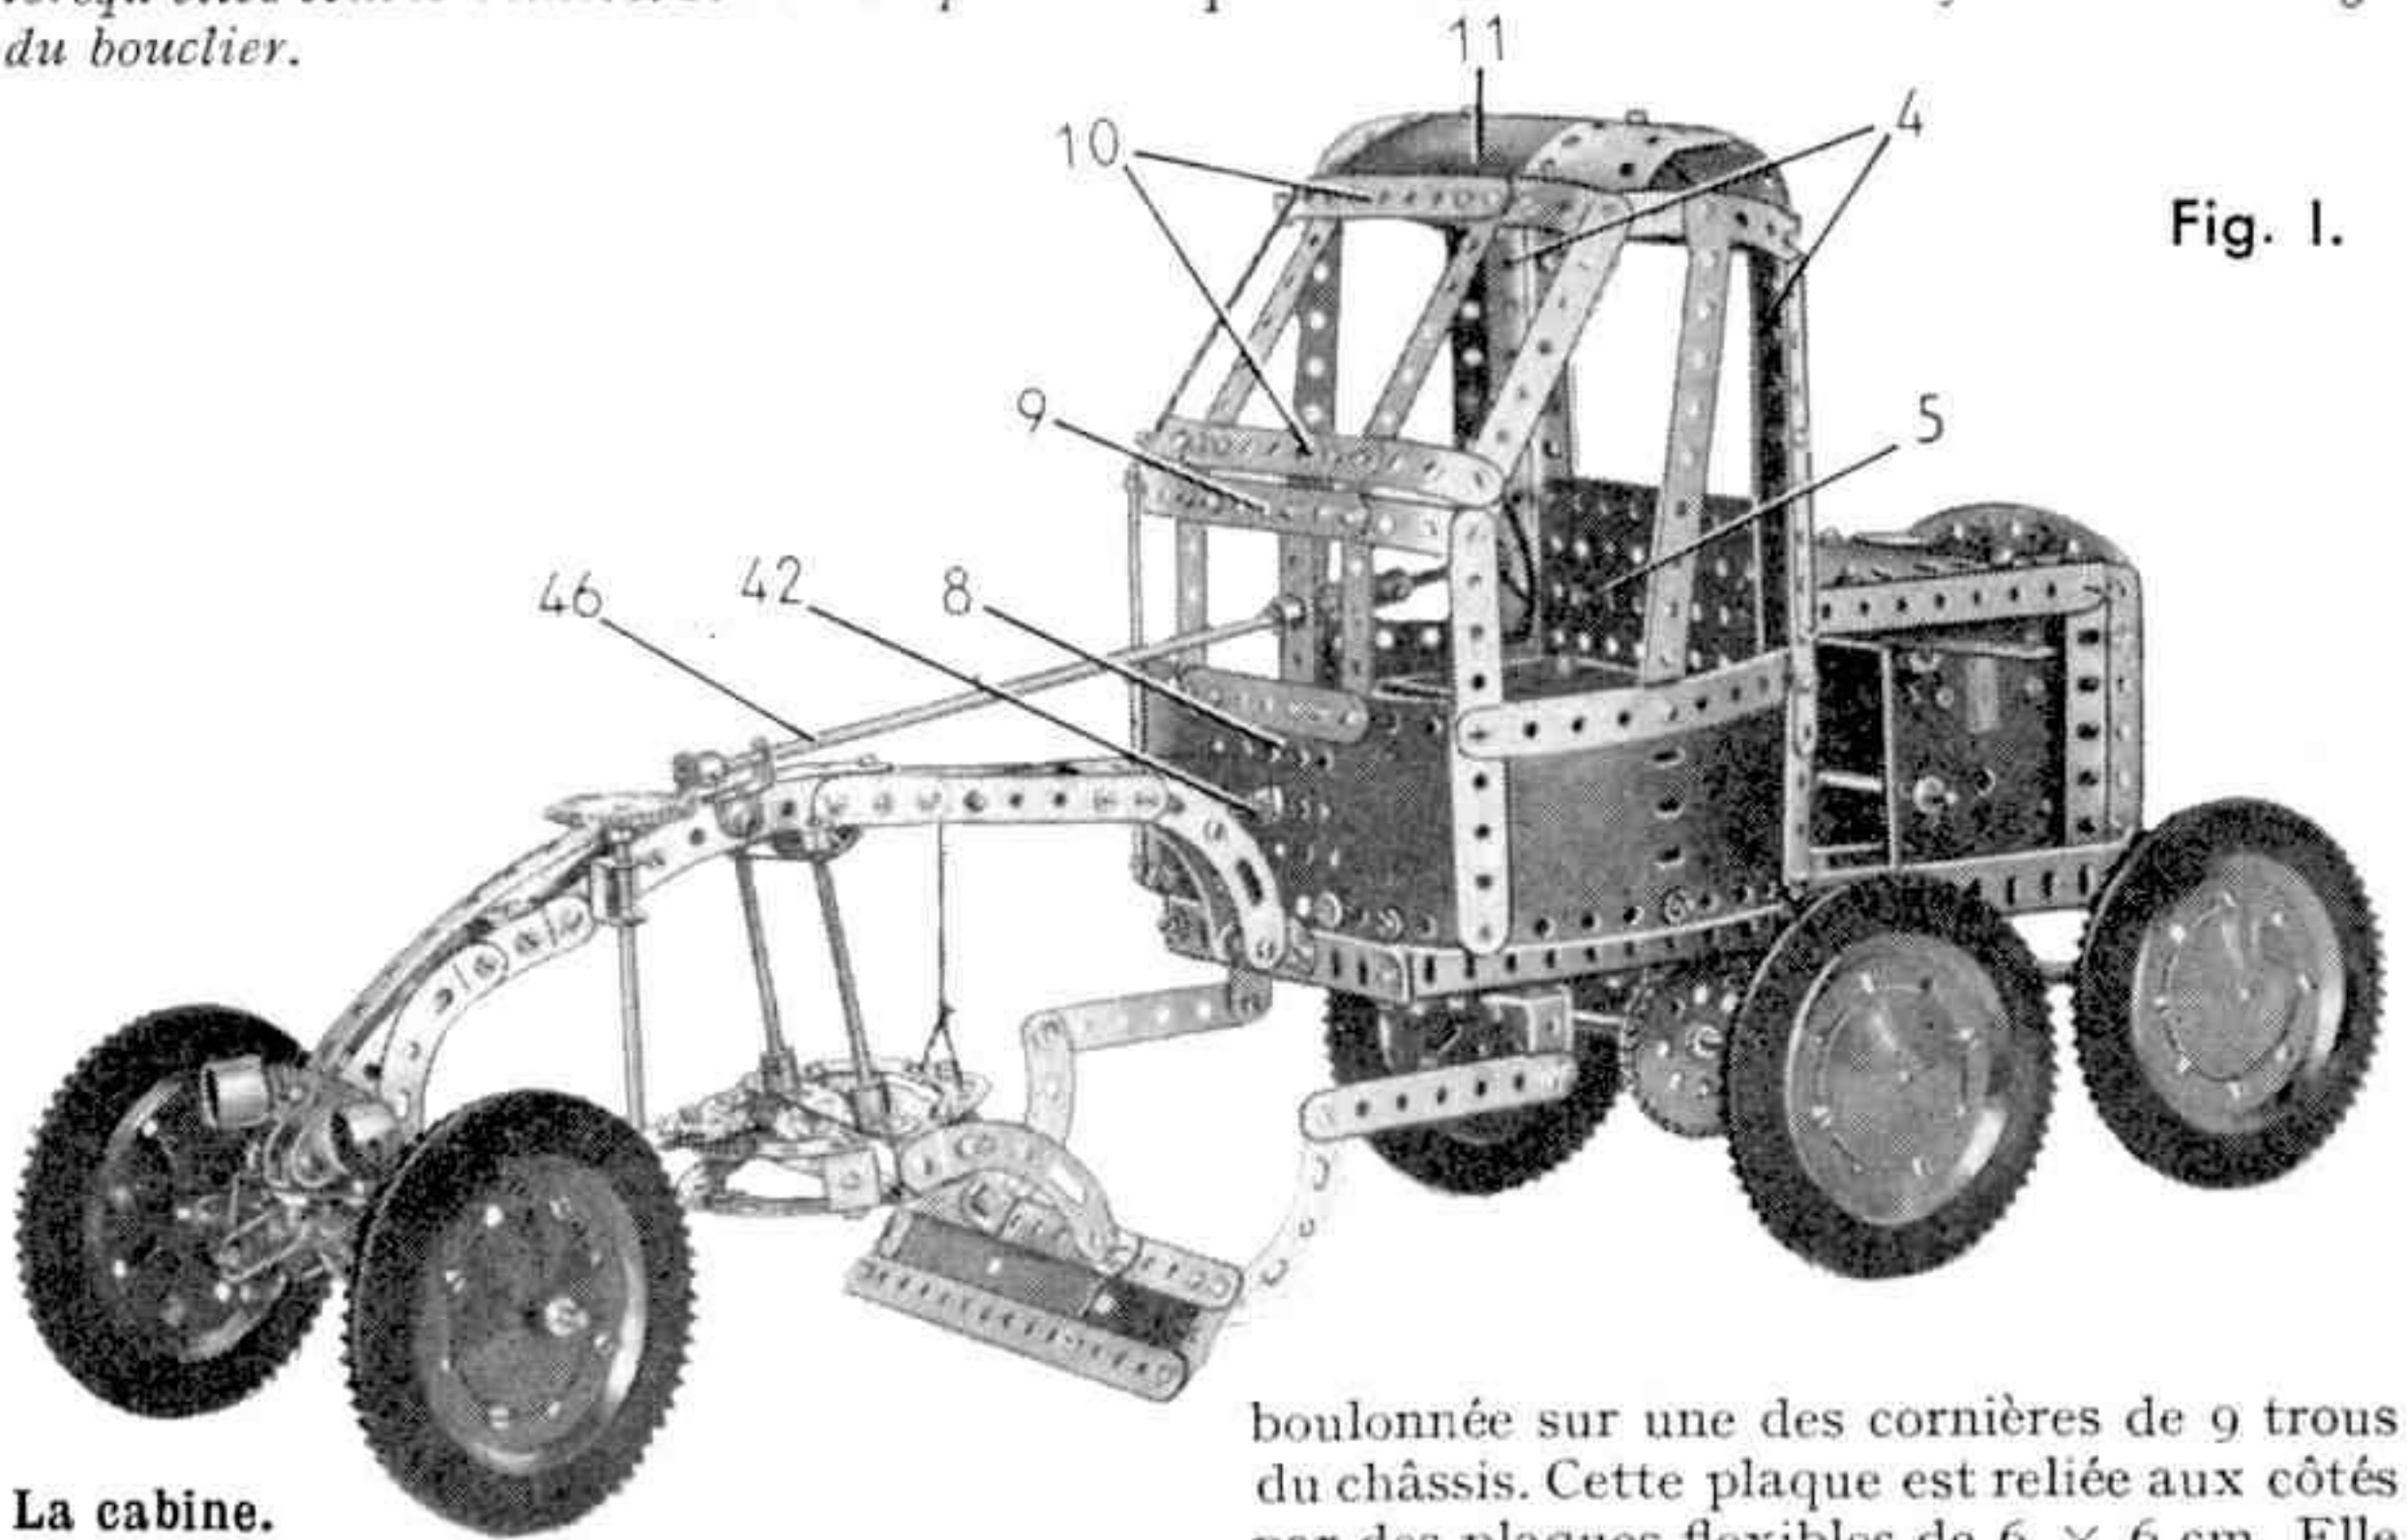

Fig. 1.
Deux cornières de 15 trous (4) sont fixées verticalement sur les cornières (1) (fig. 1). Elles forment les angles arrière de la cabine et sont réunies par une plaque sans rebords de  $11,5 \times 6$  cm. (5).
L'avant de la cabine (fig. 1) est formé par une plaque sans rebords de  $6 \times 6$  cm. (8),
La lame du bouclier (fig. 1 et 5) est formée d'une plaque flexible de  $14 \times 4$  cm. et d'une de  $6 \times 4$  cm. bordées par deux bandes de 15 trous et deux de 3 trous.